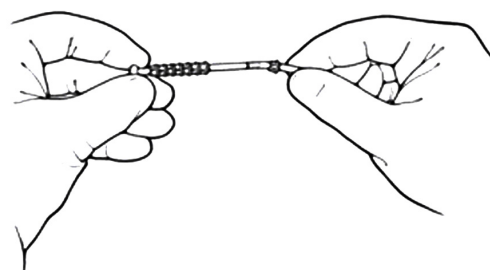

Figure 4-31. Glisser l'anneau
2. Faire glisser l'anneau sur la tubulure, en veillant à ce que les dents de l'anneau soient dirigées vers l'extrémité de la tubulure. (Figure 4-31)